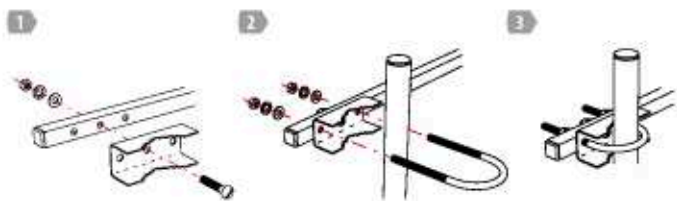

Рис.4 Узел крепления и установка на мачту (кронштейн)
6.6 Закрепите антенну на мачте с помощью U-образной скобы как показано на рис.4. Сориентируйте антенну на передающий центр и затяните гайки М6.